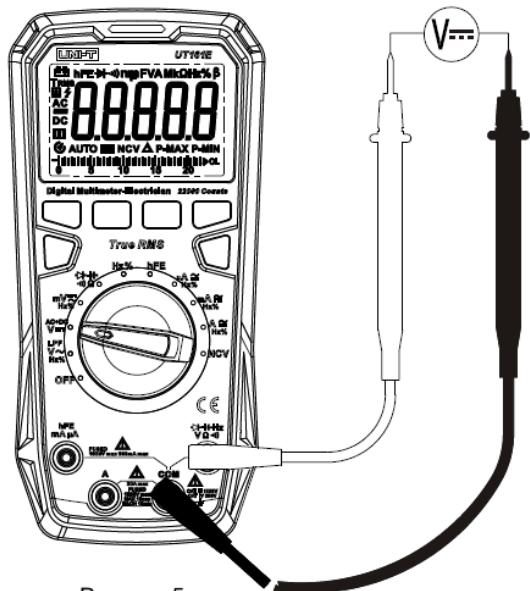

Рисунок 5
2. Измерение постоянного напряжения (см. рисунок 5)